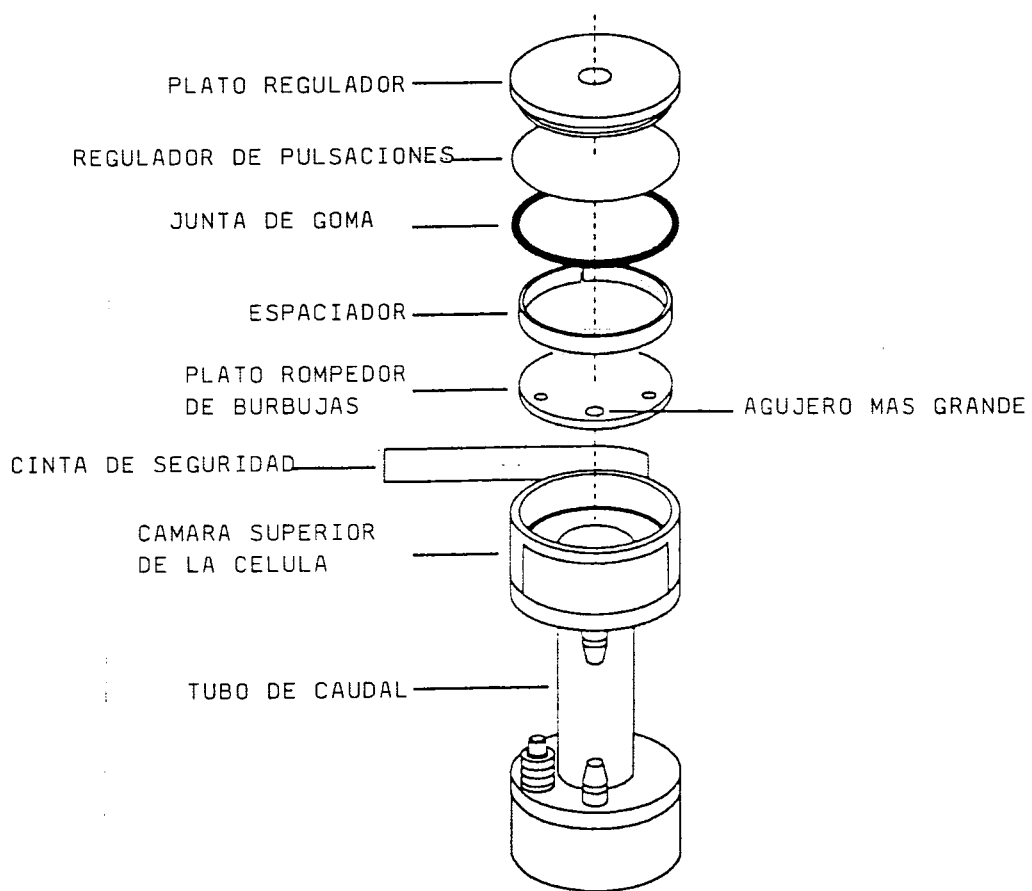

FIGURA 4.1
1. Quitar la cinta de seguridad de alrededor de la ranura del Plato del Diafragma. Usando un destornillador plano, quitar el Plato del Diafragma de la Cámara Superior de la Célula (ver la Figura 4.1) usando la muesca. Quitar la junta de goma y el Diafragma Regulador de Pulsaciones.
3. Humedecer la junta de goma del Plato del Diafragma y presionarlo firmemente para introducirlo en la Cámara Superior de la Célula (ver Figura 4.1).